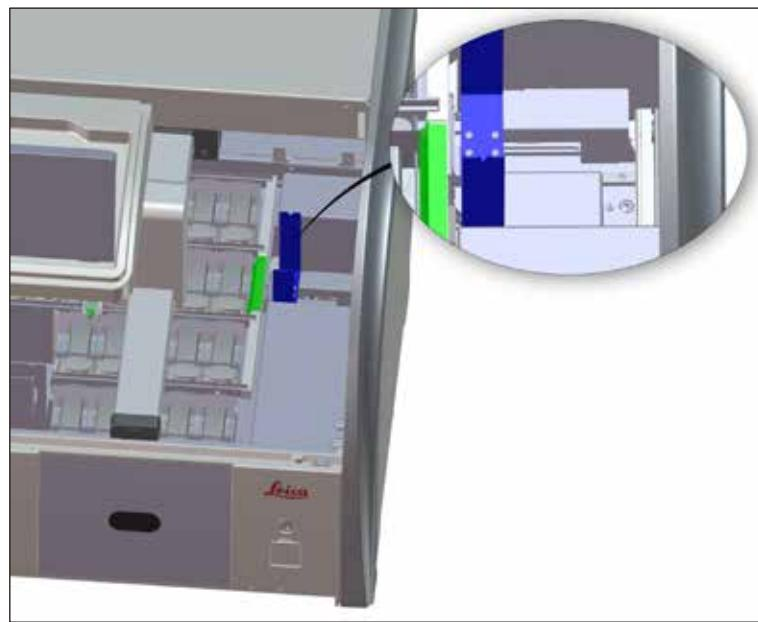

図98
- 搬送ステーション (→「図98」) は、試薬残渣がないか定期的に点検し、必要に応じて低刺激性で pH 中性の市販の洗浄剤で清掃します。